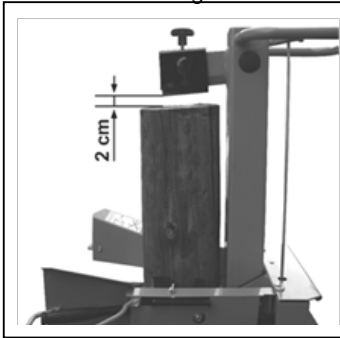

Fig.14
- Faire descendre le coin aiguisé à 2 cm de la buche comme sur la photo fig.14 et relâcher un des leviers de commande hydraulique pour arrêter la descente, et éteindre le moteur thermique : le vérin hydraulique restera dans cette position.